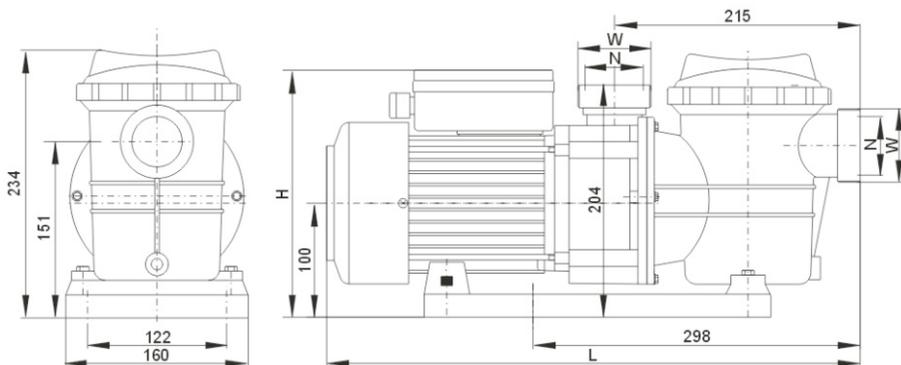

Fig.2
- Les pompes doivent être installées à niveau. Pour les dimensions, le support et la fixation de la pompe, voir (Fig.2)